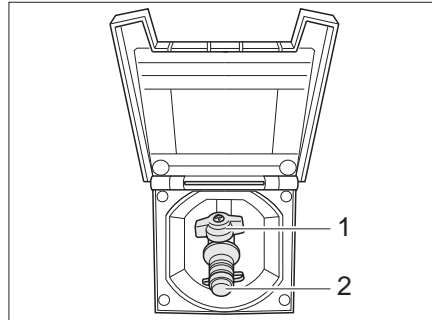

Fig. 158 Presa gas esterna, rubinetto di arresto del gas chiuso
La presa gas esterna (Fig. 158) si trova, a seconda del modello, nella parte posteriore o sul lato destro o sinistro del veicolo.
- Collegare l'apparecchio a gas esterno all'attacco (Fig. 158,2).
- Aprire il rubinetto di arresto del gas (Fig. 158,1).